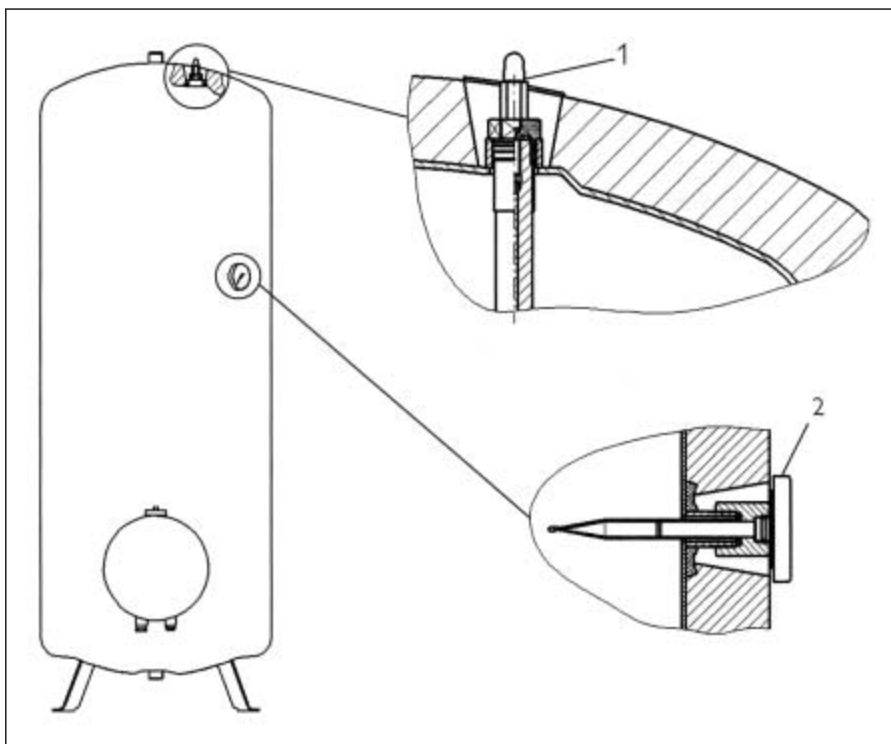

Fig. 6
- Pegar el disco autoadhesivo sobre la funda protectora alrededor del elemento de indicación (fig. 6, pos. 1).
- Introducir el termómetro hasta el tope en el manguito protector y centrarlo (fig. 6, pos. 2).